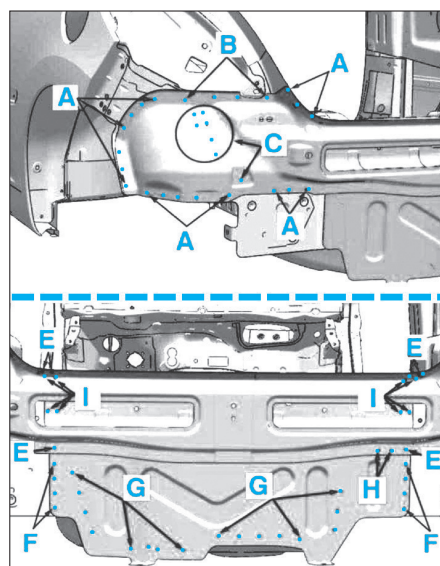

FIG. 55
• Poser et souder la pièce neuve aux endroits indiqués A à I (Fig.55).